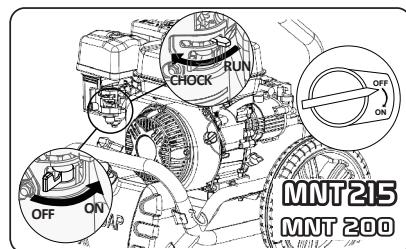

Fig.9
(Voir fig. 9 - 9 bis - 10 - 10 bis)
- ▶ Tournez le robinet de carburant en position ON (levier du bas). (fig 9 et fig. 9 bis)
- ▶ Positionner le levier de starter sur la position «Starter» coté gauche (levier du haut). (fig 9 et fig. 9 bis)
Fig.9 bis